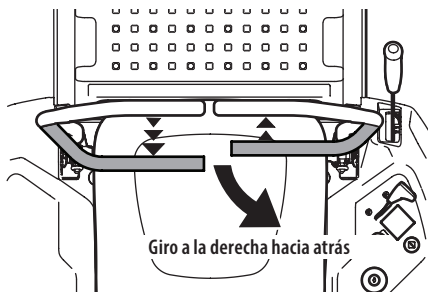

Figura 33
2. Para girar a la derecha mientras se desplaza marcha atrás, mueva la palanca de control del lado derecho hacia adelante respecto de la palanca de control de la transmisión izquierda (Figura 33).